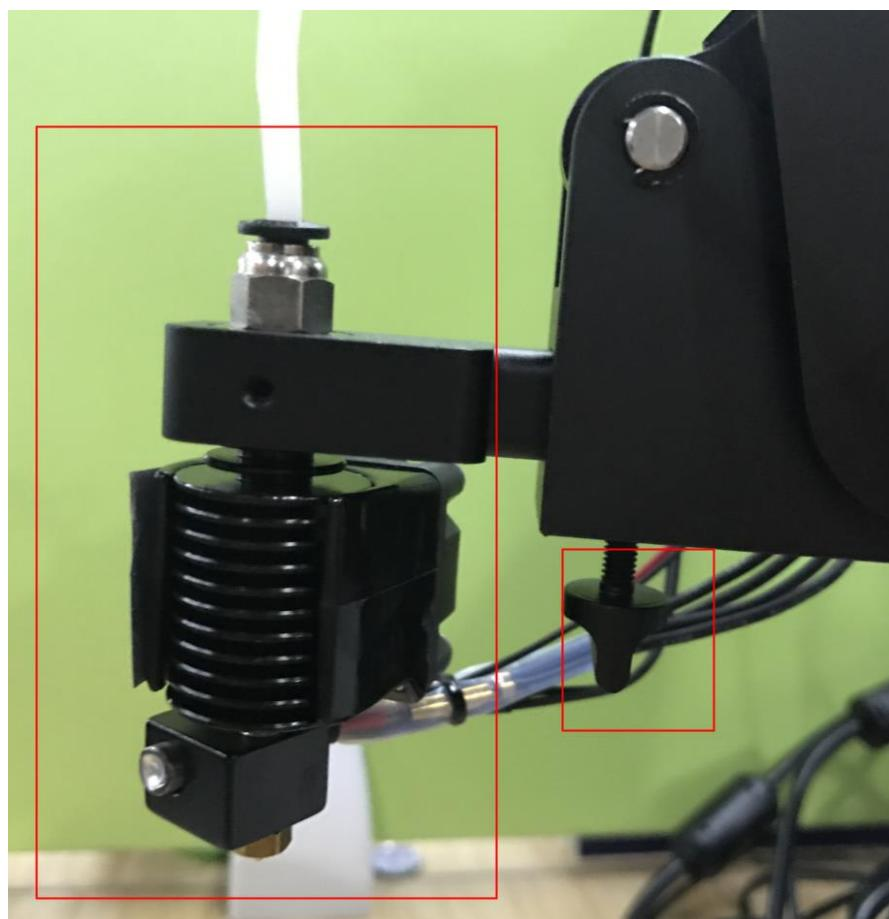

图 5.116 安装热端工具
**步骤 4** 在机械臂末端安装热端工具，并用蝴蝶螺母拧紧，如图 5.116 所示。